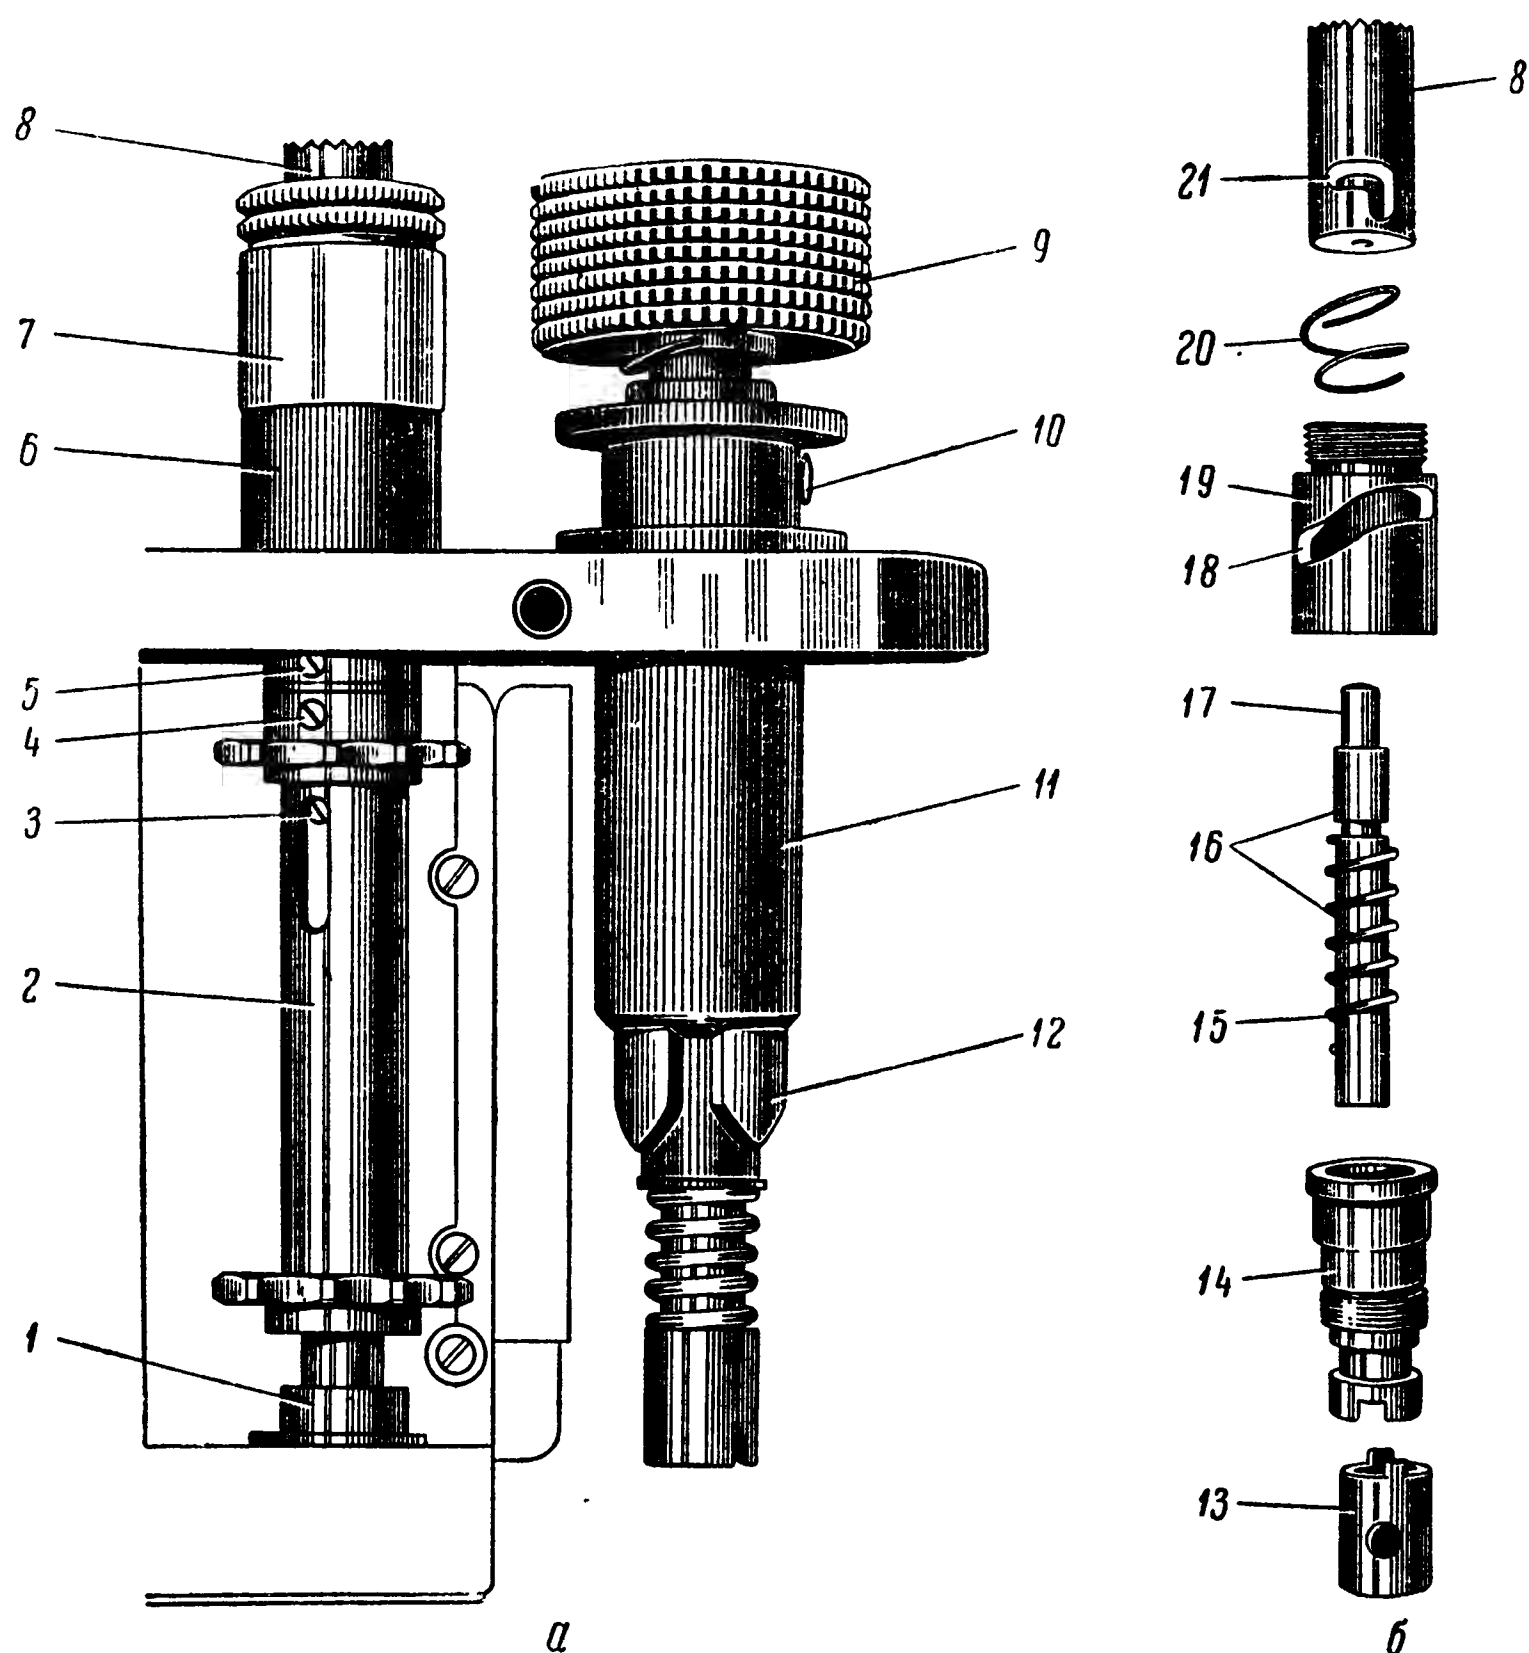

Рис. 19. Устройство выключателя обратной перемотки пленки:
Чтобы получить доступ к этим механизмам, нужно произвести частичную разборку фотоаппарата, т. е. снять корпус затвора и щиток пентапризмы. На рис. 19 показаны детали выключателя обратной перемотки. Кольцо-выключатель 7 навинчено на втулку с фугурным пазом и закреплено стопорным винтом. Внутри втулки 6 и транспортирующего барабана 2 находятся все детали механизма выключения, которые показаны на рис. 19, б. Детали показаны в той последовательности, как их устанавливают внутрь втулки 6 и транспортирующего барабана 2. Чтобы разобрать механизм выключения, нужно отвинтить стопорный винт на рифленной поверхности кольца-выключателя 7. После этого откроется доступ к головке винта, которым закреплена спусковая кнопка 8 и втулка 19. Отвинтив этот винт из втулки 6, можно извлечь шесть деталей, показанных на рис. 19, б: спусковую кнопку 8, пружину 20 спусковой кнопки, втулку 19 с фигурным пазом, стержень 17, две трубки 16 и пружину 15.
1. *Выпал из втулки 13 с выступом винт 3* (см. рис. 19, а). В результате во время завода затвора втулка 13 вращается, но не вращает транспортирующий барабан. Вращая заводную головку и наблюдая в вертикальную прорезь транспортирующего барабана, разворачивают втулку с выступом так, чтобы отверстие под винт 3 остановилось посередине прорези в транспортирующем барабане. Прежде чем устанавливать винт 3, рекомендуется смазать резьбу нитролаком или шеллачным клеем, так как при включении и выключении механизма выключения обратной перемотки винт 3 задевает за стенки прорези и отвинчивается.
4. *Слаба пружина, которая находится внутри транспортирующего барабана между его дном и втулкой с выступом 13 и прижимает втулку с выступом к втулке с пазом 14.* Чтобы усилить эту пружину, нужно разобрать механизм выключения и извлечь из него все детали, показанные на рис. 19, б. После этого из транспортирующего барабана извлекают пружину и растягивают.